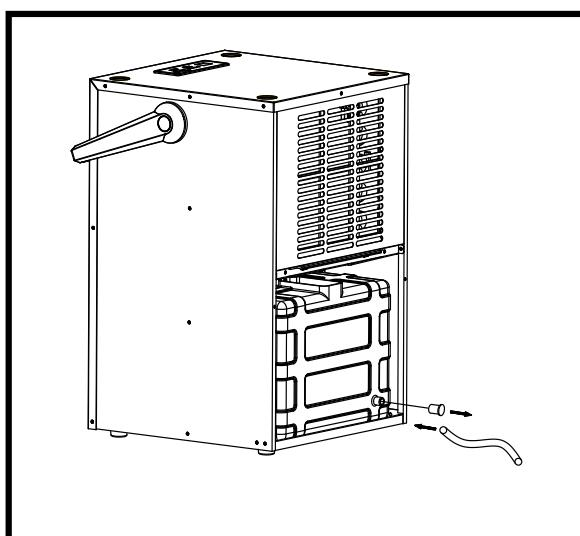

Fig. 6
- Свържете единия край на тръбата за отвеждане на водата с уреда (FIG. 6), другия край вмъкнете до сифона за отвеждане на водата.